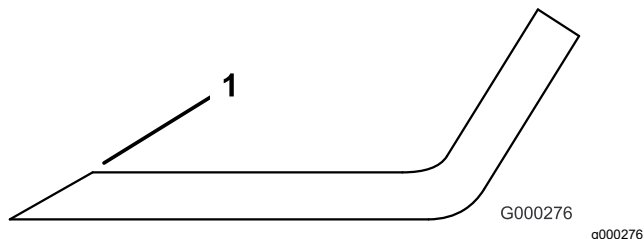

Рисунок 143
4. Заточите режущие кромки, если они затупились или имеют (Рисунок 143).